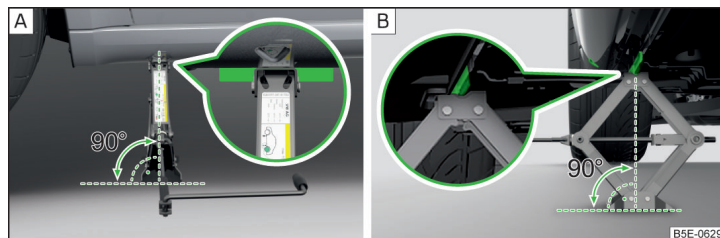

Fig. 334 Colocar el gato
- Apoye la placa de base del gato con toda la superficie en un suelo recto de la manera que el gato se encuentra en posición vertical respecto a la travesa de toma » fig. 334 - **A**.
- Gire el gato con la manivela hacia arriba hasta que la garra se encuentre en el larguero » fig. 334 - **B**.